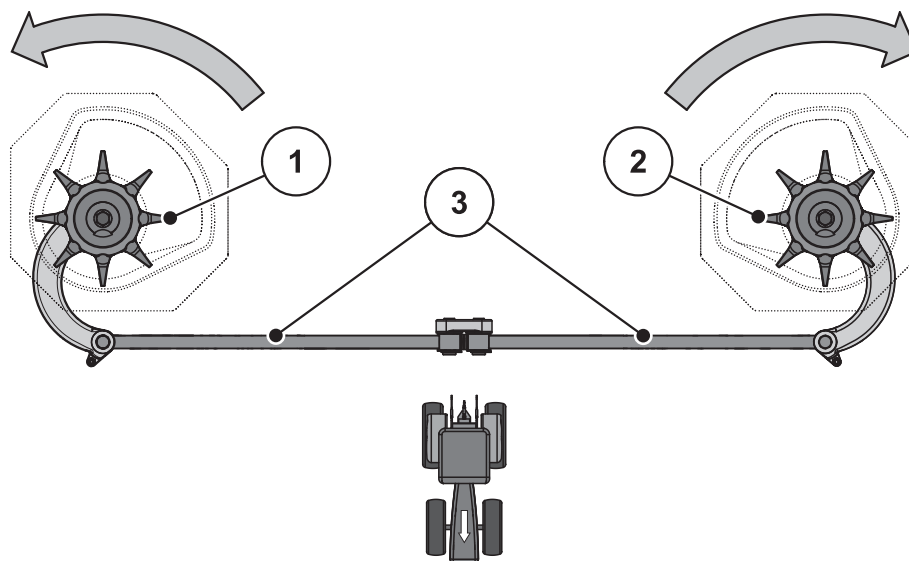

図 9.5: アジテータードライブの点検
2. アジテーターターレットを手で**散布ディスクの回転方向**に回します。詳しくは 図 9.5 を参照してください。
3. アジテーターターレットをオイルフィルターバンドを使うか、手で **散布ディスクの回転方向と反対の方向** に回します。詳しくは 図 9.5 を参照してください。